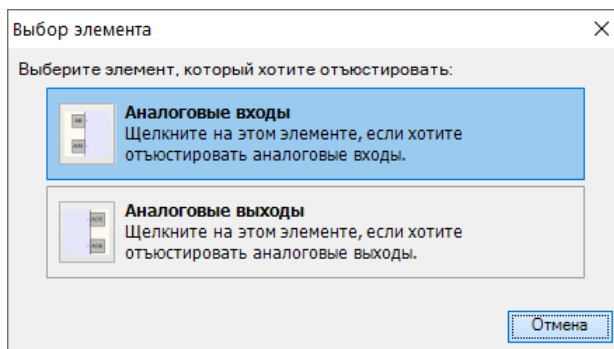

Рисунок 8.3 – Выбор элемента
- В появившемся меню выбрать «Аналоговые входы» (см. рисунок 8.3).